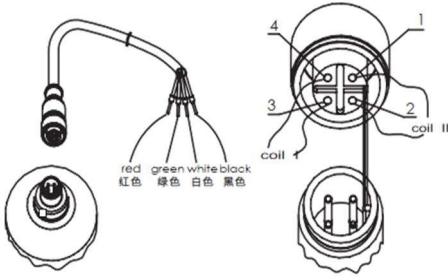

图 6
- 1、(图 6) 线圈额定电压为 $DC12V \pm 10\%$, 绕组一和绕组二电阻: $52 \pm 5.2 \Omega$ ($20^\circ C$);